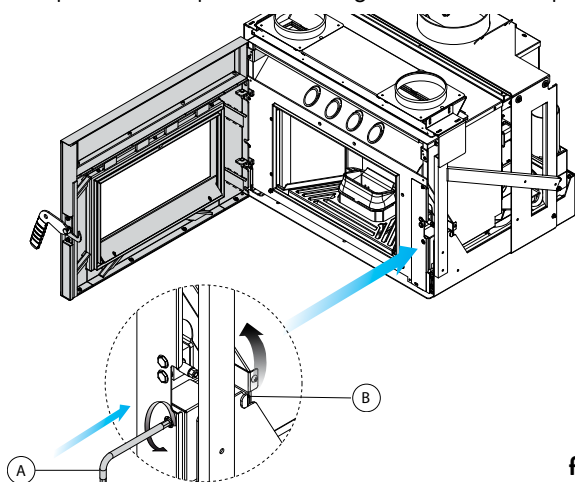
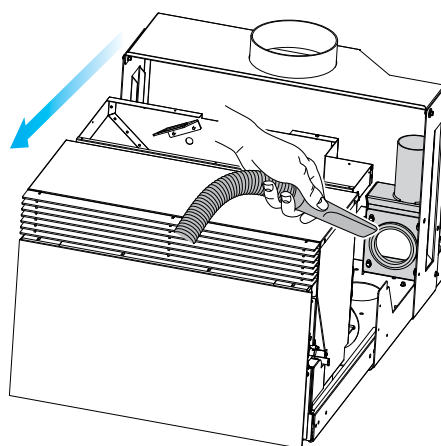

fig. 7.8
fig. 7.9
Aprire lo sportello, inserire la chiave a brugola (A) nella fessura di rilascio del limitatore; ruotare la leva di blocco in senso antiorario in posizione (B) per bloccare le guide (fig. 7.8). Aspirare i resti all'interno del raccordo (fig. 7.9). Inserire l'apparecchio fino in fondo.